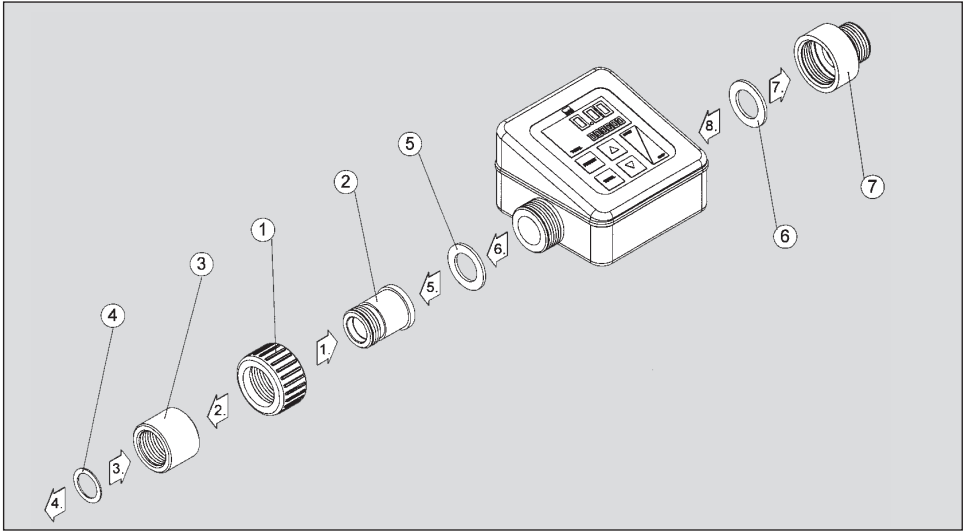

Fig. 1
2. Installation**2.1 Instructions de montage du débitmètre TR50-PP sur la pompe B2 (Fig. 1)**